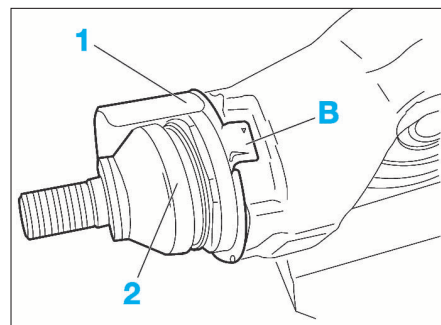

FIG. 23
- Déposer la tôle de protection (1) à l'aide d'un tournevis (Fig.23).
- Engager la tôle (1) neuve sur le corps de la rotule (Fig.23).